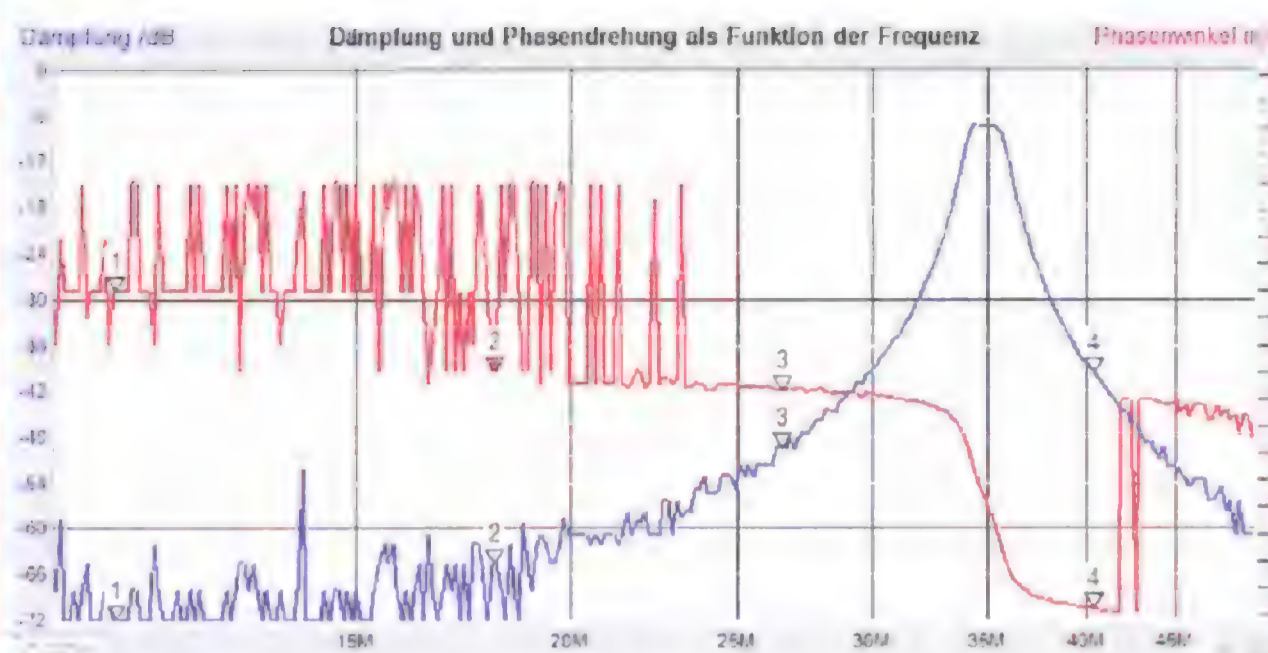
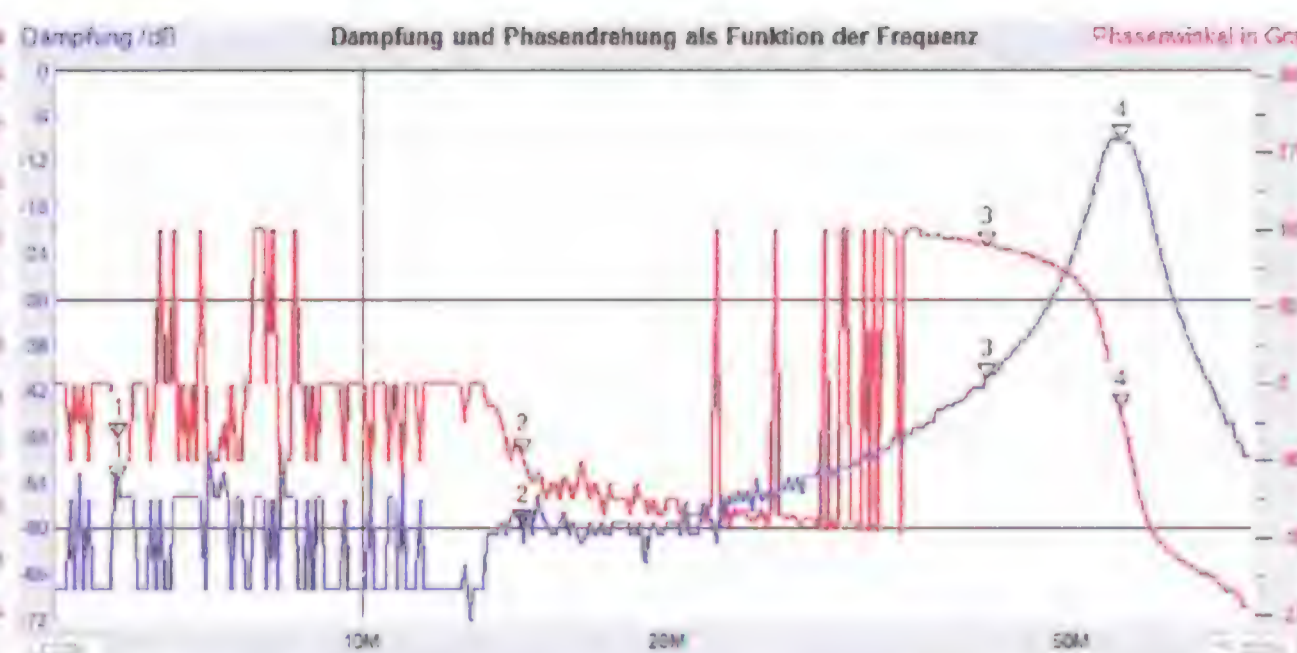

Рис. 2.2
Рис. 2.3
Самая мощная спектральная составляющая — на основной частоте 3Г, и от неё надо избавиться в первую очередь ввиду её относительно большой мощности. Поэтому основной двухконтурный фильтр на элементах L400—L403 и C402—C407 (L500—L503 и C502—C507) "начинается" с катушки индуктивности L400 (L500). По сравнению с вариантом с конденсатором, при том же числе элементов можно получить выигрыш в подавлении первой гармоники на 10...16 дБ. Подборкой конденсатора C404 (C504) устанавливают связь между контурами не более критической. Ориентировочно его ёмкость должна быть в 20...30 раз больше ёмкости контурного конденсатора $C_k = C402 + C403$ (C502 + C503). Это обеспечивает оптимальное подавление мешающих гармоник. Номиналы элементов указаны для частоты настройки фильтра около 35 (56) МГц. АЧХ этих фильтров показана на **рис. 2.2** и **рис. 2.3** соответственно. Изменить частоту настройки фильтра, например, уменьшить, можно пропорциональным увеличением индуктивности катушек и ёмкости конденсаторов фильтра.